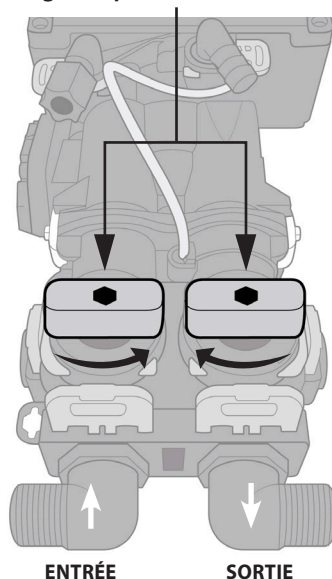

FIG. 3A
- **Remarque :** Pour changer le raccord, retirez simplement les clips de verrouillage à la main (FIG. 3A) et retirez le raccord (FIG. 3B). Lubrifiez le joint torique du nouveau raccord et insérez-le fermement dans l'appareil. Réinstallez le clip de verrouillage.